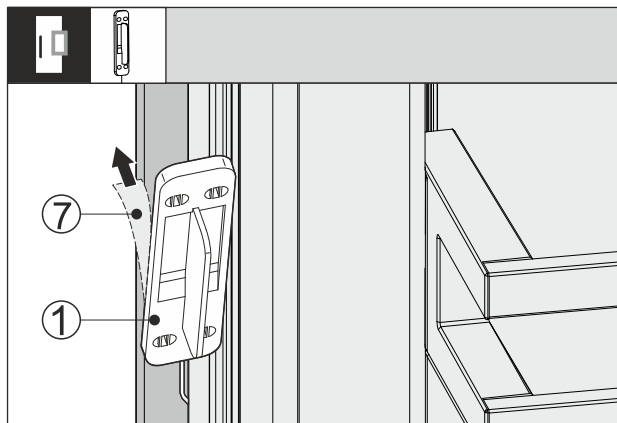

Fig. 65
- ▶ Stáhněte ochrannou fólii Fig. 65 (7) na zadní straně senzoru klepání Fig. 65 (1).